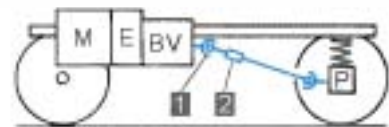

Figure 7.17 • Moteur avant propulsion AR. Pont non suspendu.
- pont solidaire de l'essieu arrière, pont non suspendu (figure 7.17),